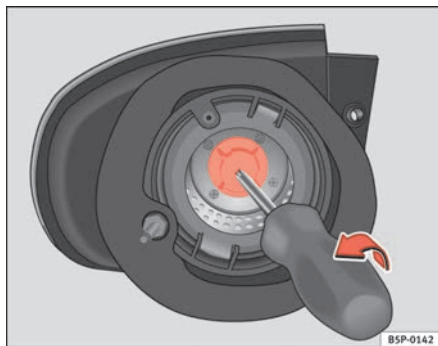

Fig. 193 Indicatore di direzione
- Estrarre il portalampade dell'indicatore di direzione con l'aiuto di un cacciavite seguendo il senso della freccia (si veda ⇒ fig. 193).